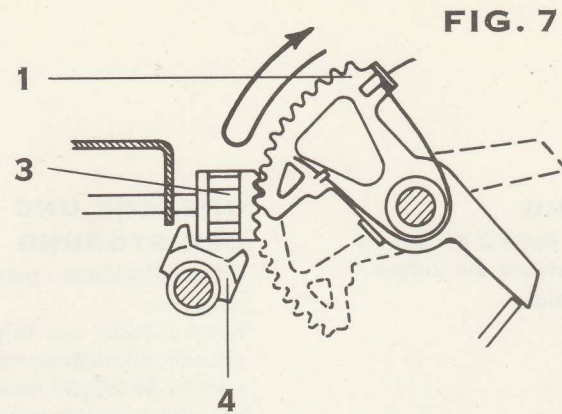
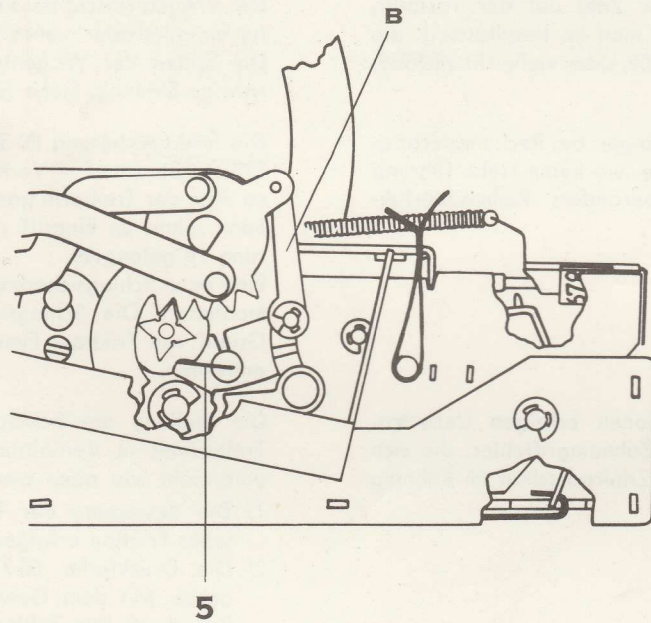

FIG. 7
FIG. 8
- 3) Zu viel Spiel zwischen der Kupplung der Kupplungsachse (pos. 4) und des Retourstopps (pos. 3) am Zahnrad E6-22. Siehe Fig. 7. Justierung mit dem Justierschlüssel E1/R erfolgt durch vorsichtiges Biegen an der Kupplungsklinke (pos. 5) Fig. 8.
- 2) Die Spitze des Ueberträgers E7-6 wird bei Annullierung nicht unter die Ueberträgerklinke E7-7 geführt. Justierung durch Biegen des Ueberträgers nahe der Spitze, siehe Fig. 8.